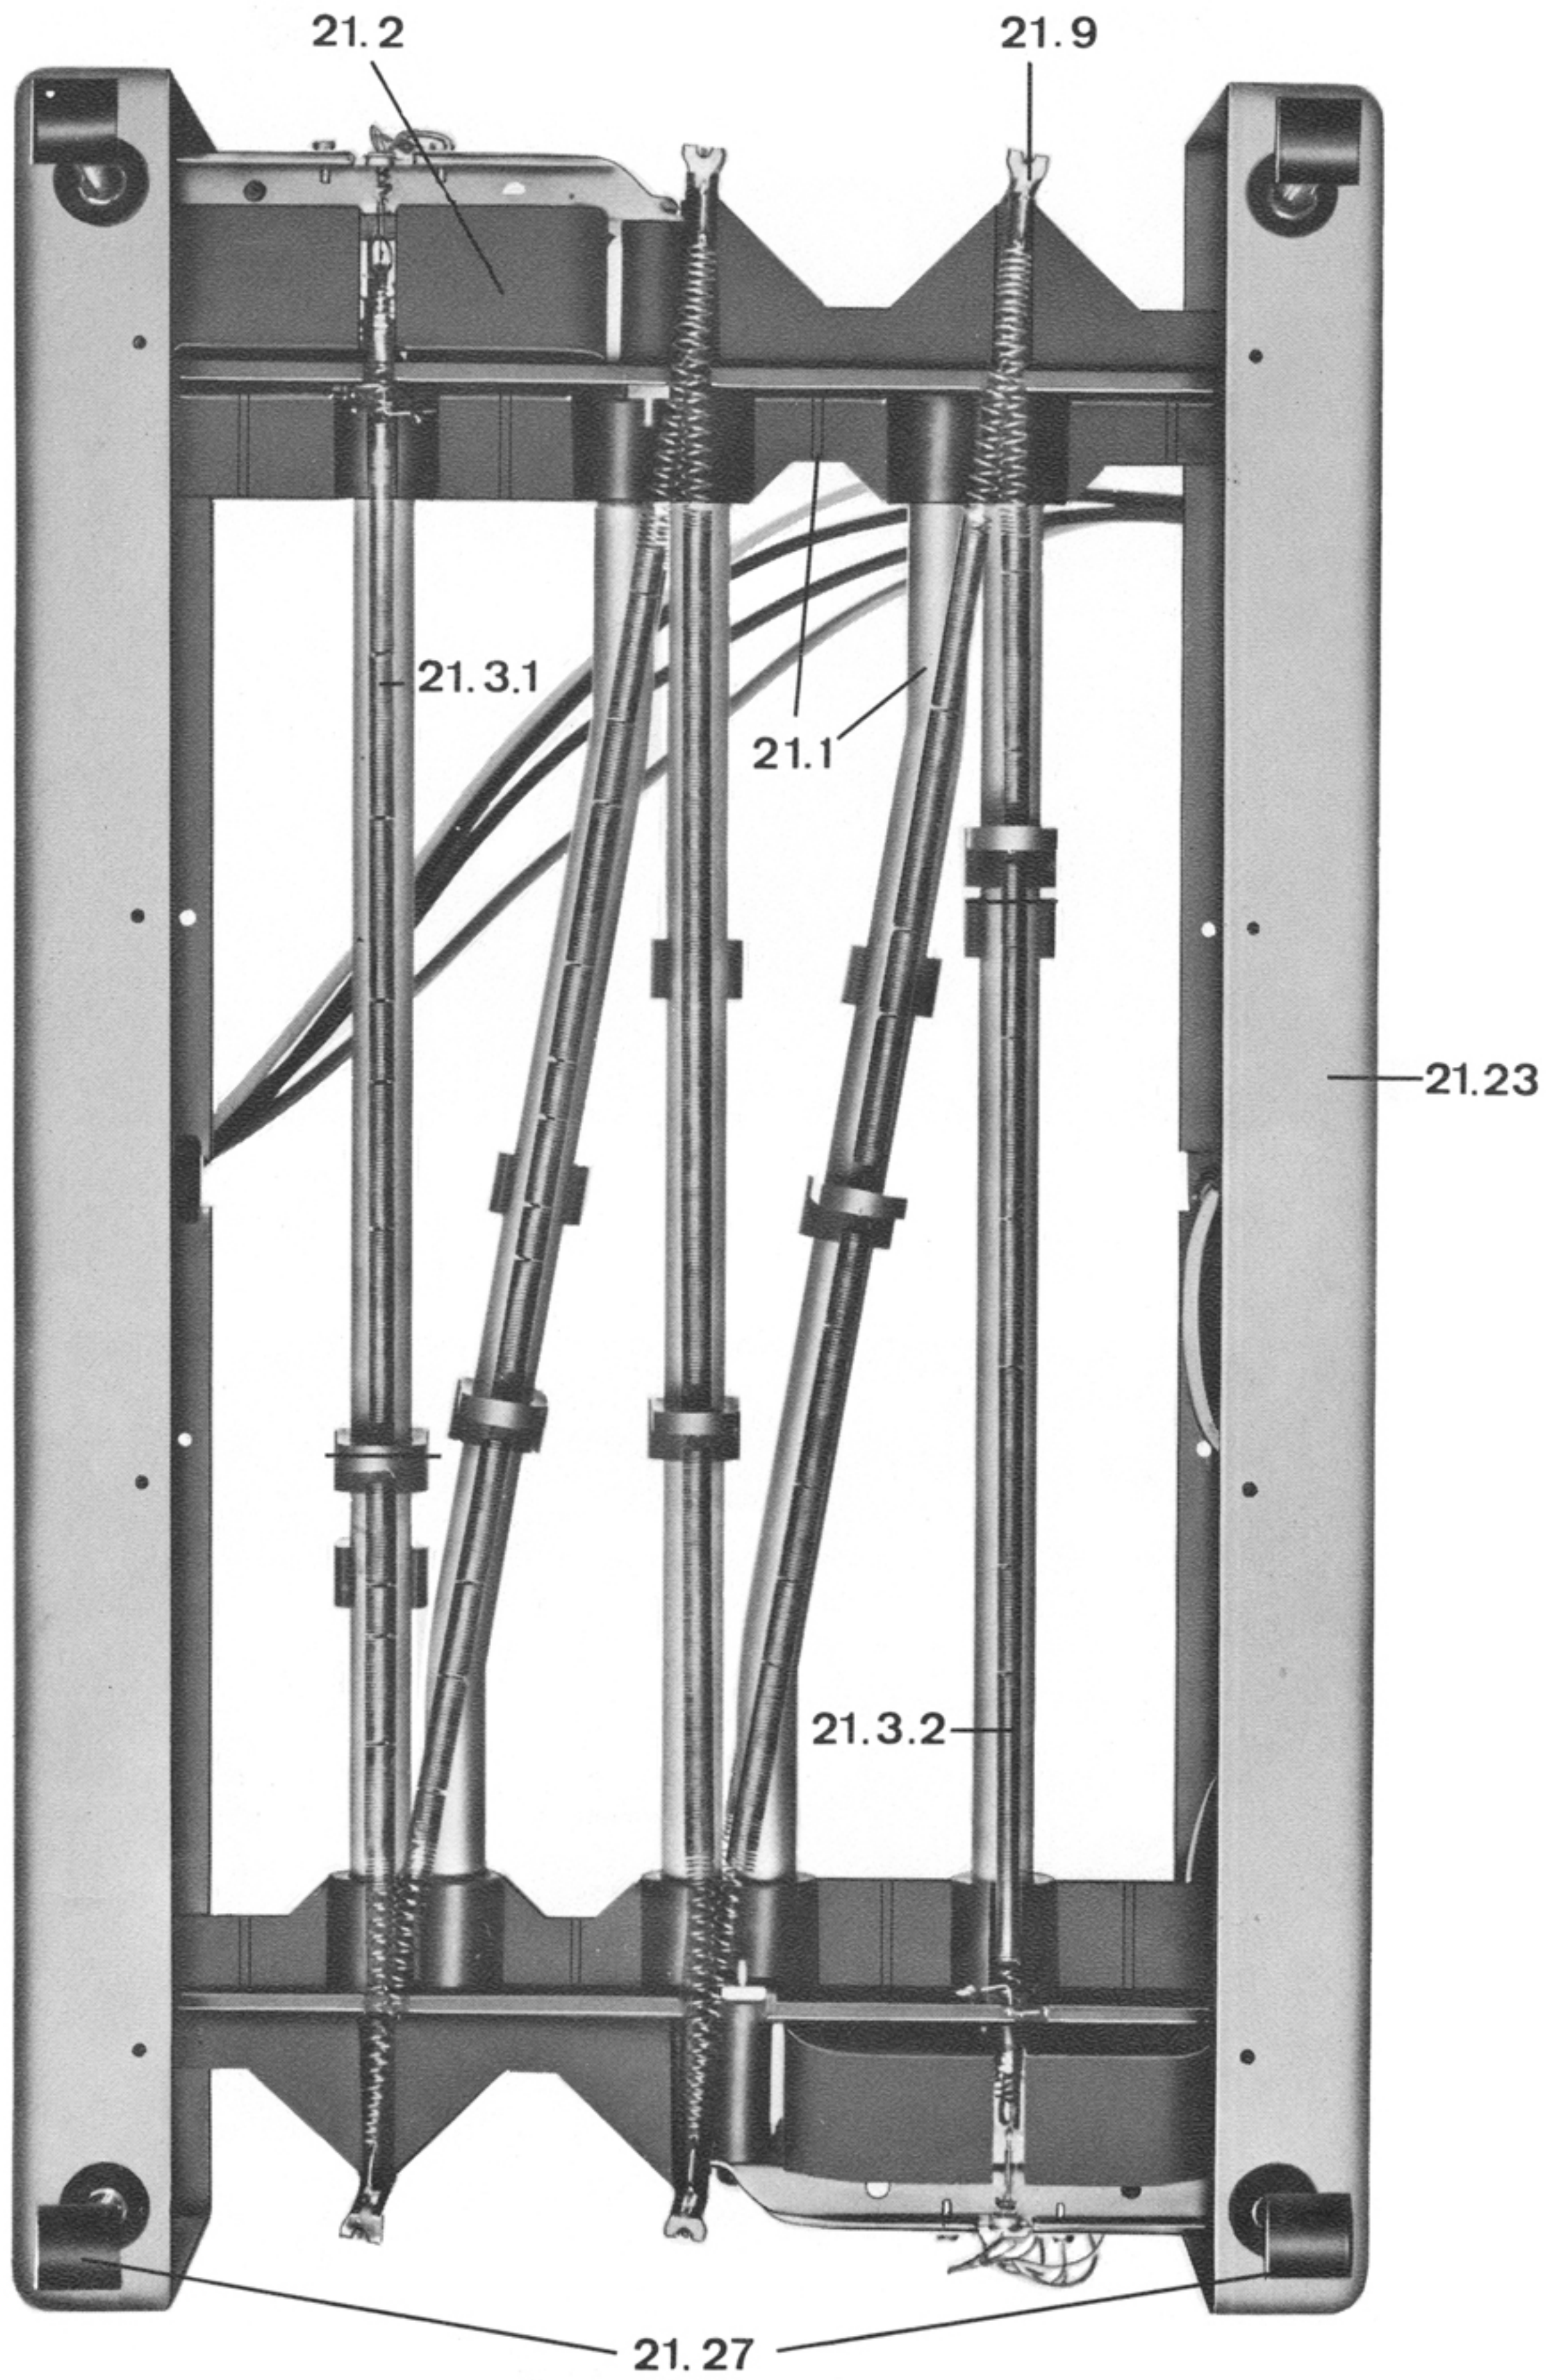

Abb.6
- 8.1.2 daß sich die ineinanderlaufenden Federn bei den Umlenkungen nicht berühren (siehe Abb. 6).
- 8.1.2 the individual springs should not touch each other at the deviation points (see fig. 6).
8.2.5 Federende abzwicken (siehe Trennungsstrich Abb. 6)
in fig. 6)